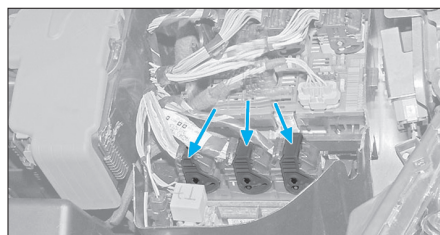

Fig. 30
- Débrancher les connecteurs du calculateur (Fig.30).